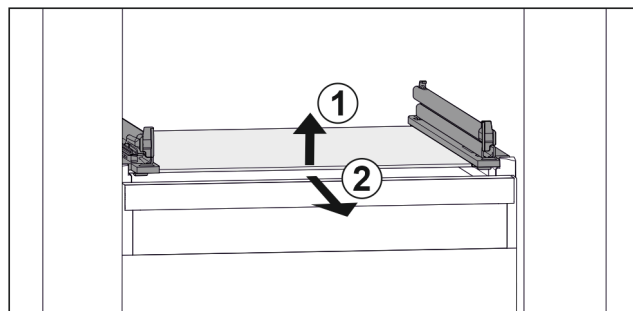

Fig. 97 Príklad zobrazenia sklenenej dosky
- ▶ Nadvihnite sklenenú dosku vpred. Fig. 97 (1)
- ▶ Odoberte sklenenú dosku dopredu. Fig. 97 (2)